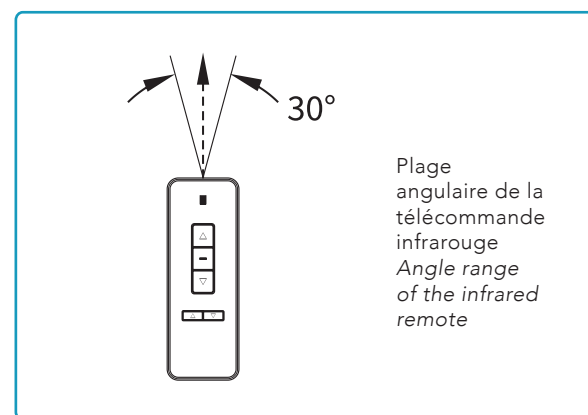

Figure 11
2. Angle de fonctionnement de la télécommande :  $\pm 30^\circ$  par rapport à l'axe de l'émetteur (Figure 11).
2. Remote effective angle:  $\pm 30^\circ$  from the transmitter axis (Figure 11).